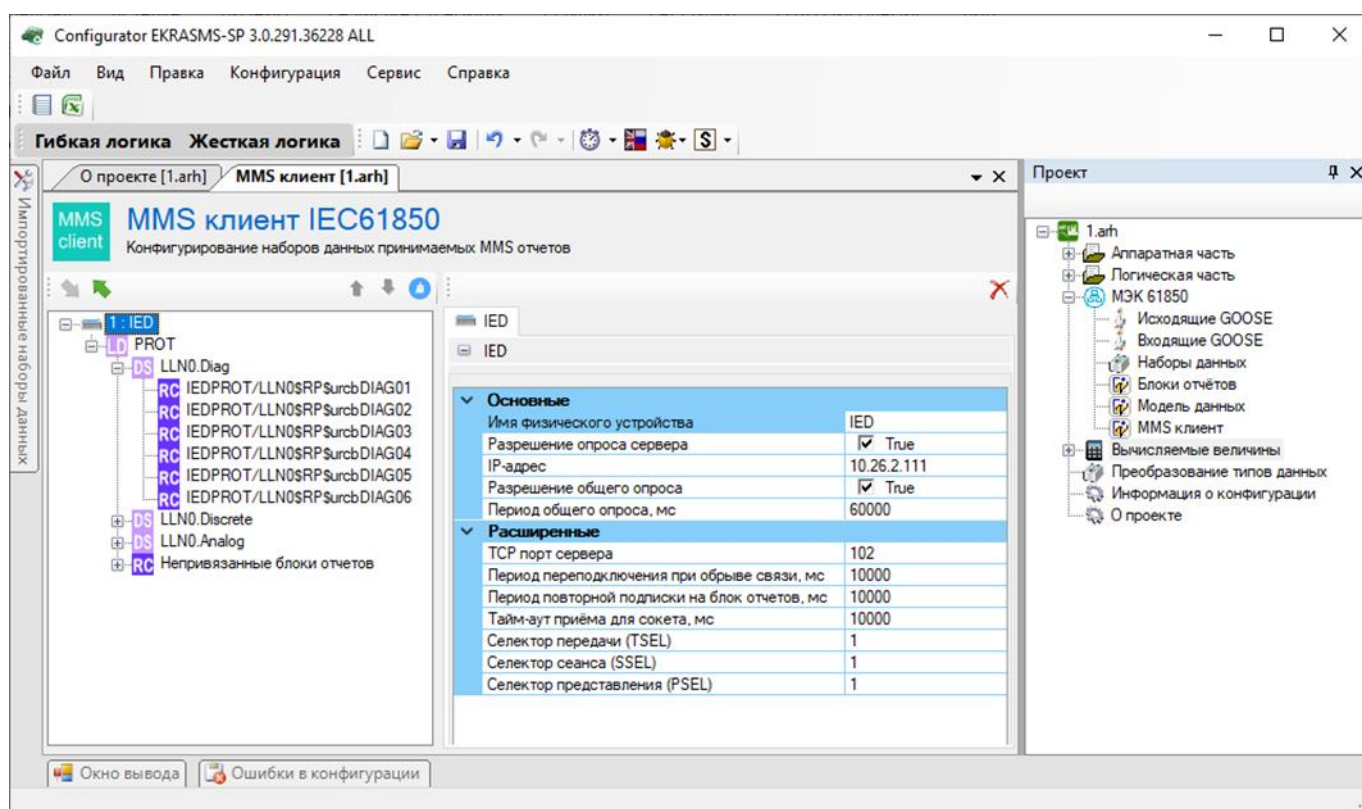

Рисунок 4.162
Для дальнейшего конфигурирования наборов данных принимаемых MMS-отчетов необходимо перенести импортированное физическое устройство (IED), а также в случае необходимости конкретные логические устройства (LD) или наборы данных (DS) в область окна **MMS-клиент** (см. рисунок 4.162) при помощи зажатия левой клавиши мыши на необходимом элементе и переноса в соответствующую область.